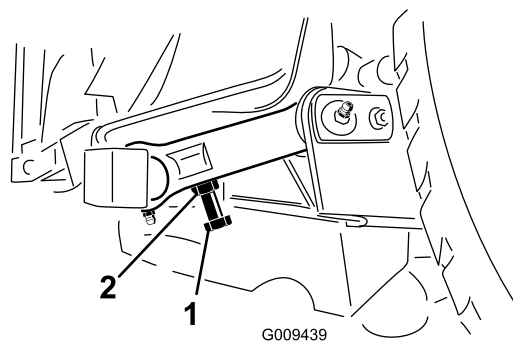

Figura 29
3. Per mettere a punto la distanza dovete accedere al bullone di regolazione, sull'attacco orientabile posteriore dell'apparato di taglio (Figura 29).